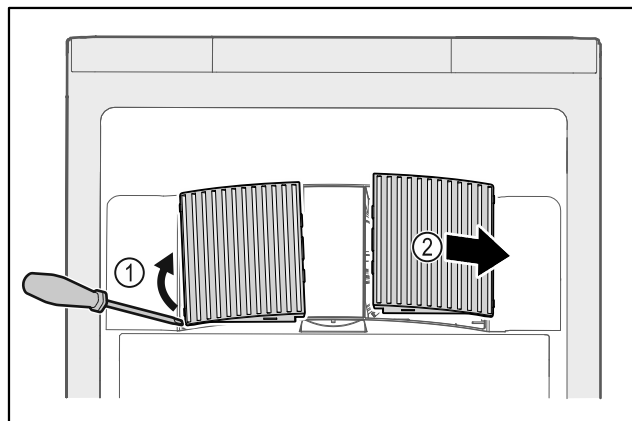

Fig. 34
- Bänd försiktigt loss flätkåpan på sidan Fig. 34 (1) och ta av dem framåt Fig. 34 (2).